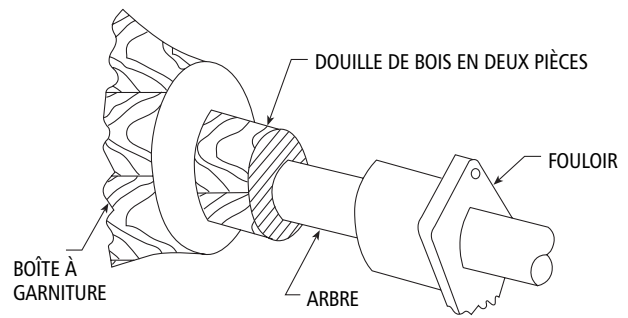

Figure 9
4. On pose les éléments de garniture dans l'ordre suivant : deux anneaux de garniture, deux pièces de lanterne d'arrosage, trois anneaux de garniture. Placer le joint de chaque anneau à 90° par rapport à celui de l'anneau précédent. Introduire et pousser chaque élément séparément et à fond. Pour ce faire, il est recommandé d'employer une douille de bois en deux pièces (fig. 9), enfoncée à l'aide du fouloir. S'assurer que la lanterne d'arrosage est bien en face de l'orifice d'admission du liquide de rinçage. Les anneaux de garniture supplémentaires servent de rechanges.